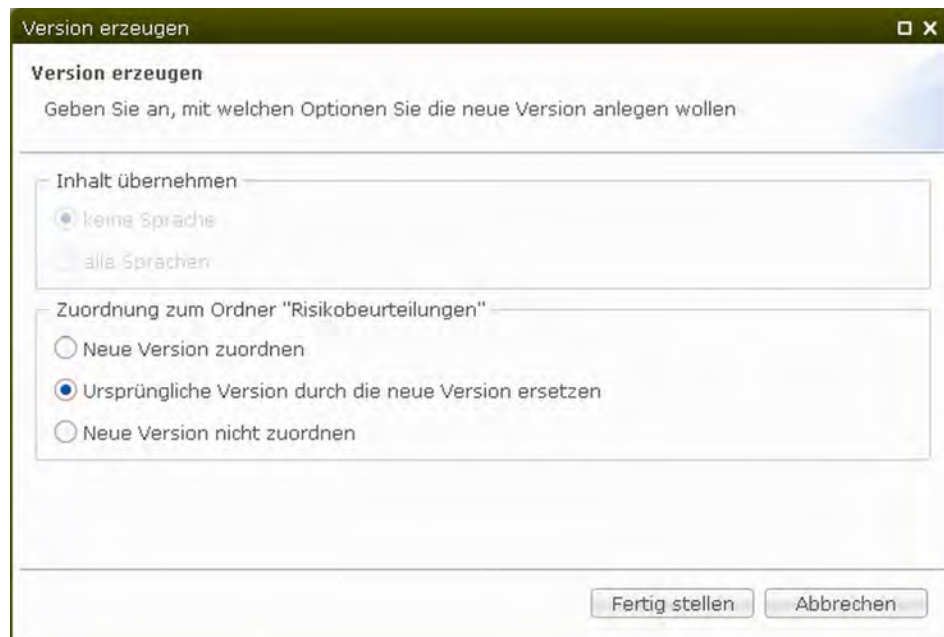

Abb. 21: Dialogfenster
- ⇒ Das Dialogfenster „Version erzeugen“ (Abb. 21) wird angezeigt.